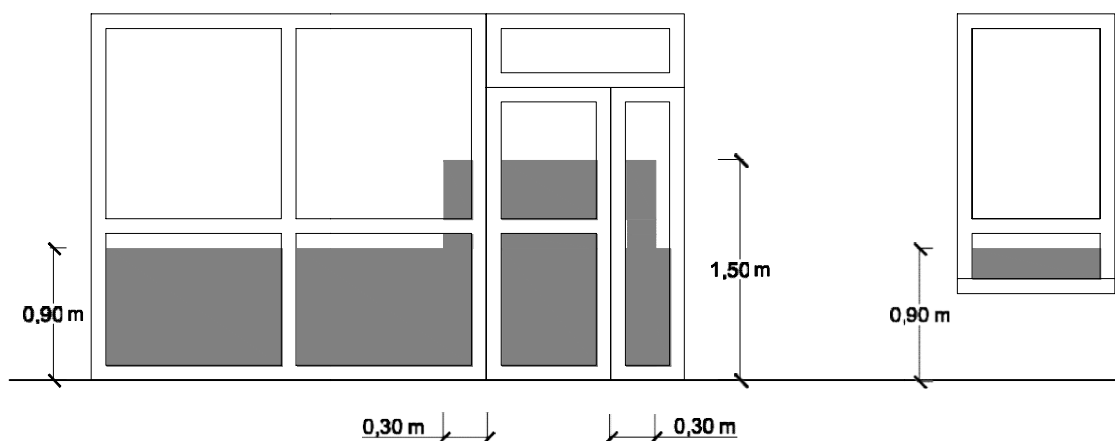

Figura 1.2 Identificación de áreas con riesgo de impacto
- 2 Se identifican las siguientes áreas con riesgo de impacto (véase figura 1.2):